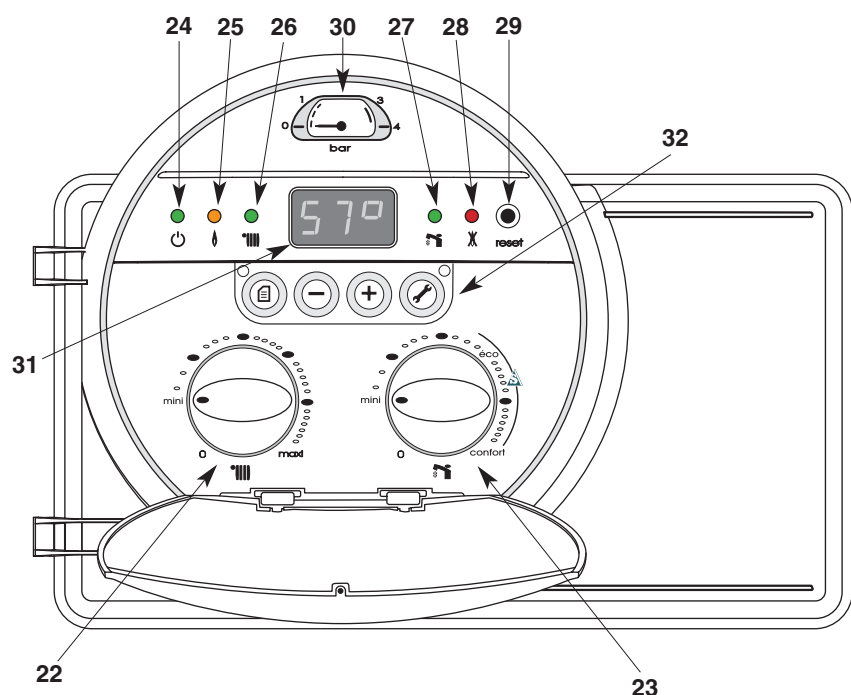

Fig.2
- 11. - boîtier électronique (fig. 2)